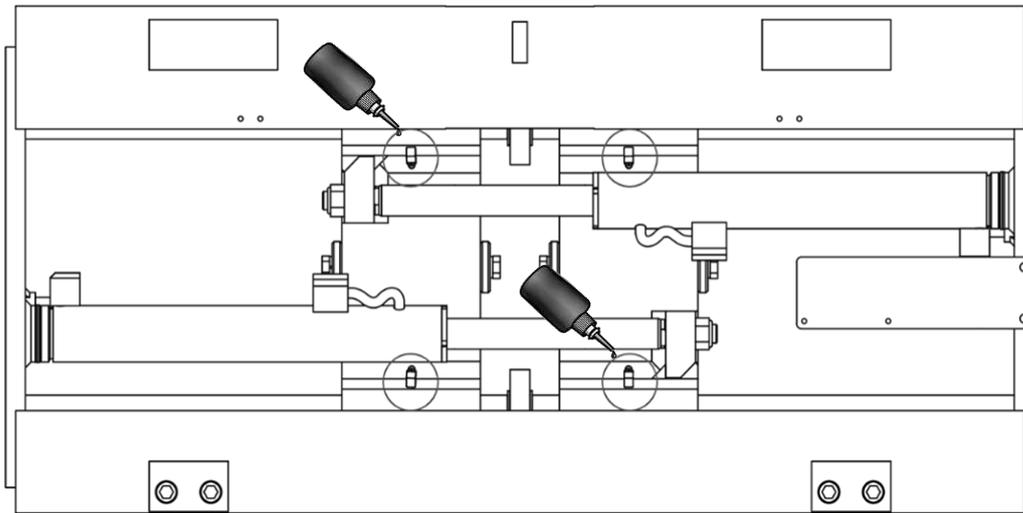
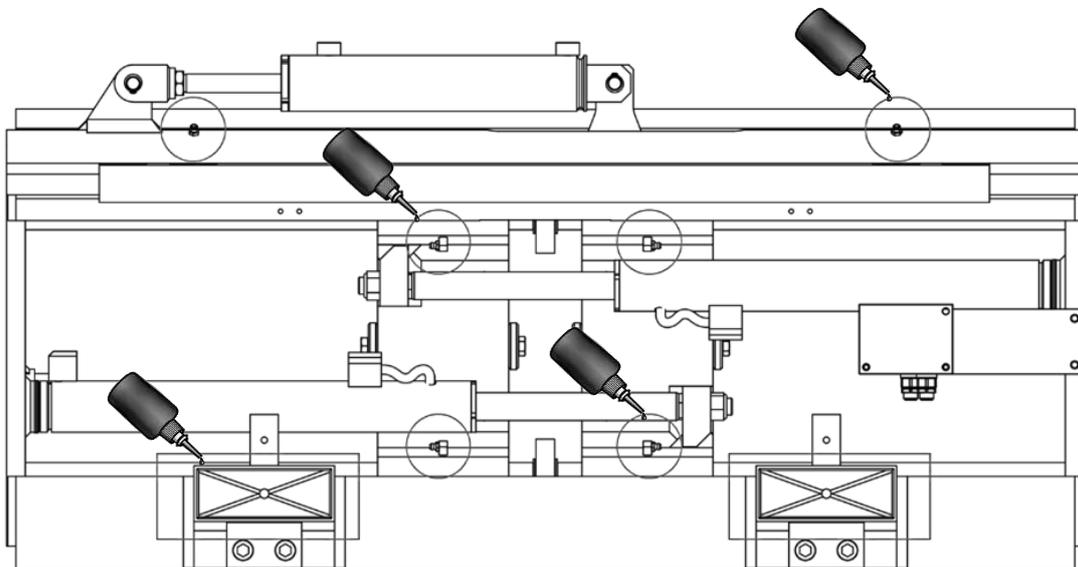

Figura 24
Figura 25
1. Lubrique los componentes deslizantes con los engrasadores especiales (mira *Figura 24* y *Figura 25*).
2. Lubricar las deslizaderas y la barra deslizante relativa (mira *Figura 25*, para tipos con *sls*).